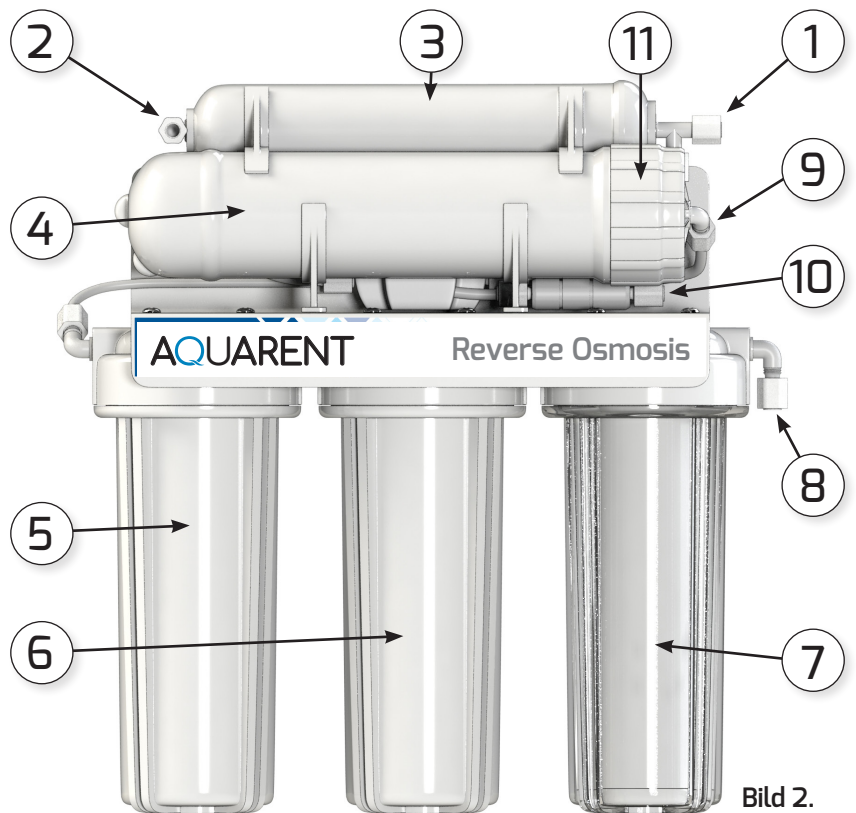
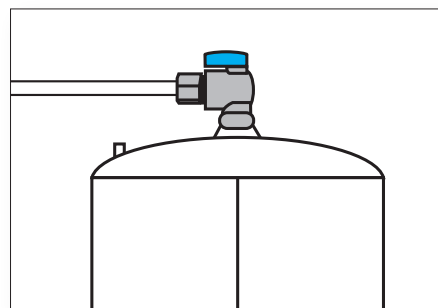

Bild 2.
Bild 11.
- Skruva av locket (11) till membranhuset, bild 2, 6 och 7.
- Röd slang monteras mellan kallvattenanslutning och inkommande anslutning (8) på vattenfiltret, bild 2, 6 och 7.
- Den mindre svarta slangen (1/4") från tappkranen monteras på vattenfiltrets anslutning för utgående spolvatten (10), bild 2, 6 och 7.
- Den vita slangen monteras i vattenfiltrets anslutning för trycktank (1), bild 2, 6 och 7. Slangen ansluts därefter till avstängningsventilen ovanpå trycktanken, se installationsprincip och bild 11.
- Den blå slangen monteras i vattenfiltrets anslutning för produktvatten (2), bild 2. Den blå slangen ansluts därefter med den medföljande klämringskopplingen på tappkranen (se figur på tappkranens kartong).